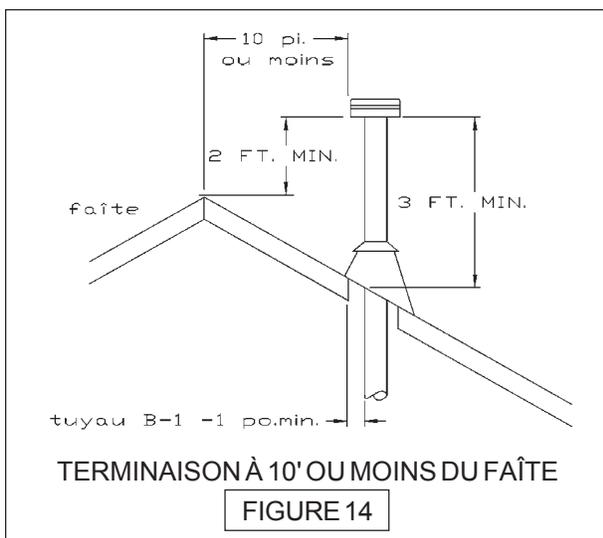

FIGURE 14
2. Les systèmes de ventilation doivent se terminer à au moins cinq pieds au-dessus du plus haut raccord d'appareil au gaz. Le tuyau de ventilation doit dépasser d'au moins trois pieds le point où il passe à travers le toit. La terminaison du tuyau doit être d'au moins deux pieds plus haute que n'importe quelle partie de l'édifice en-dedans de dix pieds à horizontal et la terminaison du tuyau doit être d'au moins deux pieds plus haute que le faîte de la toiture et en-dedans de dix pieds à l'horizontal. Voir les figures 14 et 15 ci-dessous. Certains manufacturiers de capuchon de tuyau offrent des capuchons de tuyau qui permettent la réduction des espaces libres. Consulter leurs instructions.
Un tuyau à gaz qui passe à travers le toit doit dépasser aussi le solin de toit, l'union et la bague. Il doit se terminer au-dessus de la surface du toit. (Référez-vous aux figures 14 et 15)